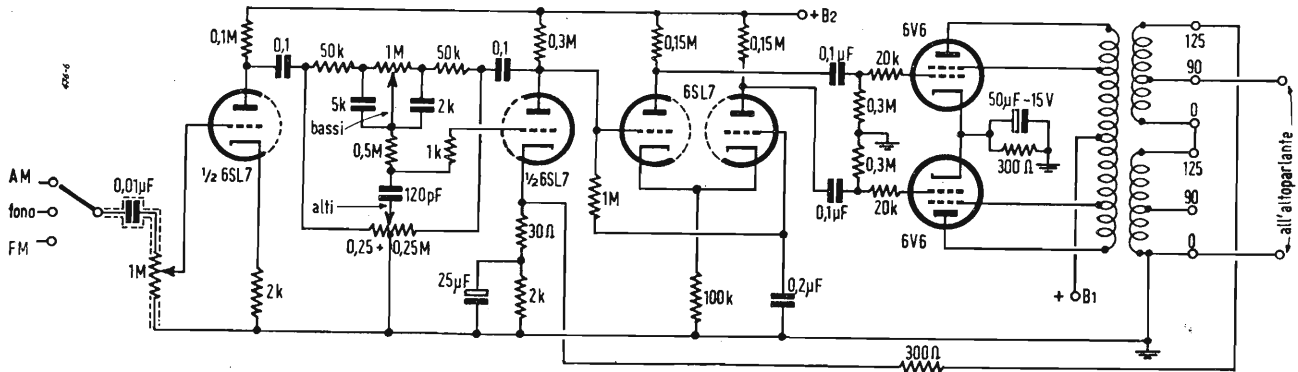

Fig. 6. - Schema elettrico completo di un amplificatore di tipo ultralineare, con preamplificatore.
Misure di distorsione, di forma e di intermodulazione confermano la superiorità del sistema ultralineare. Noi stessi abbiamo trasformato l'amplificatore precedentemente descritto (1) e consigliamo vivamente i numerosi lettori che ci hanno in proposito chiesto chiarimenti relativi alla costruzione di eseguire le poche modifiche circuitali. Il materiale e le parti essenziali rimangono le medesime e siamo sicuri di fare cosa gradita ai lettori de *l'antenna* pubblicando lo schema definitivo dell'apparecchio, rappresentato in fig. 6.